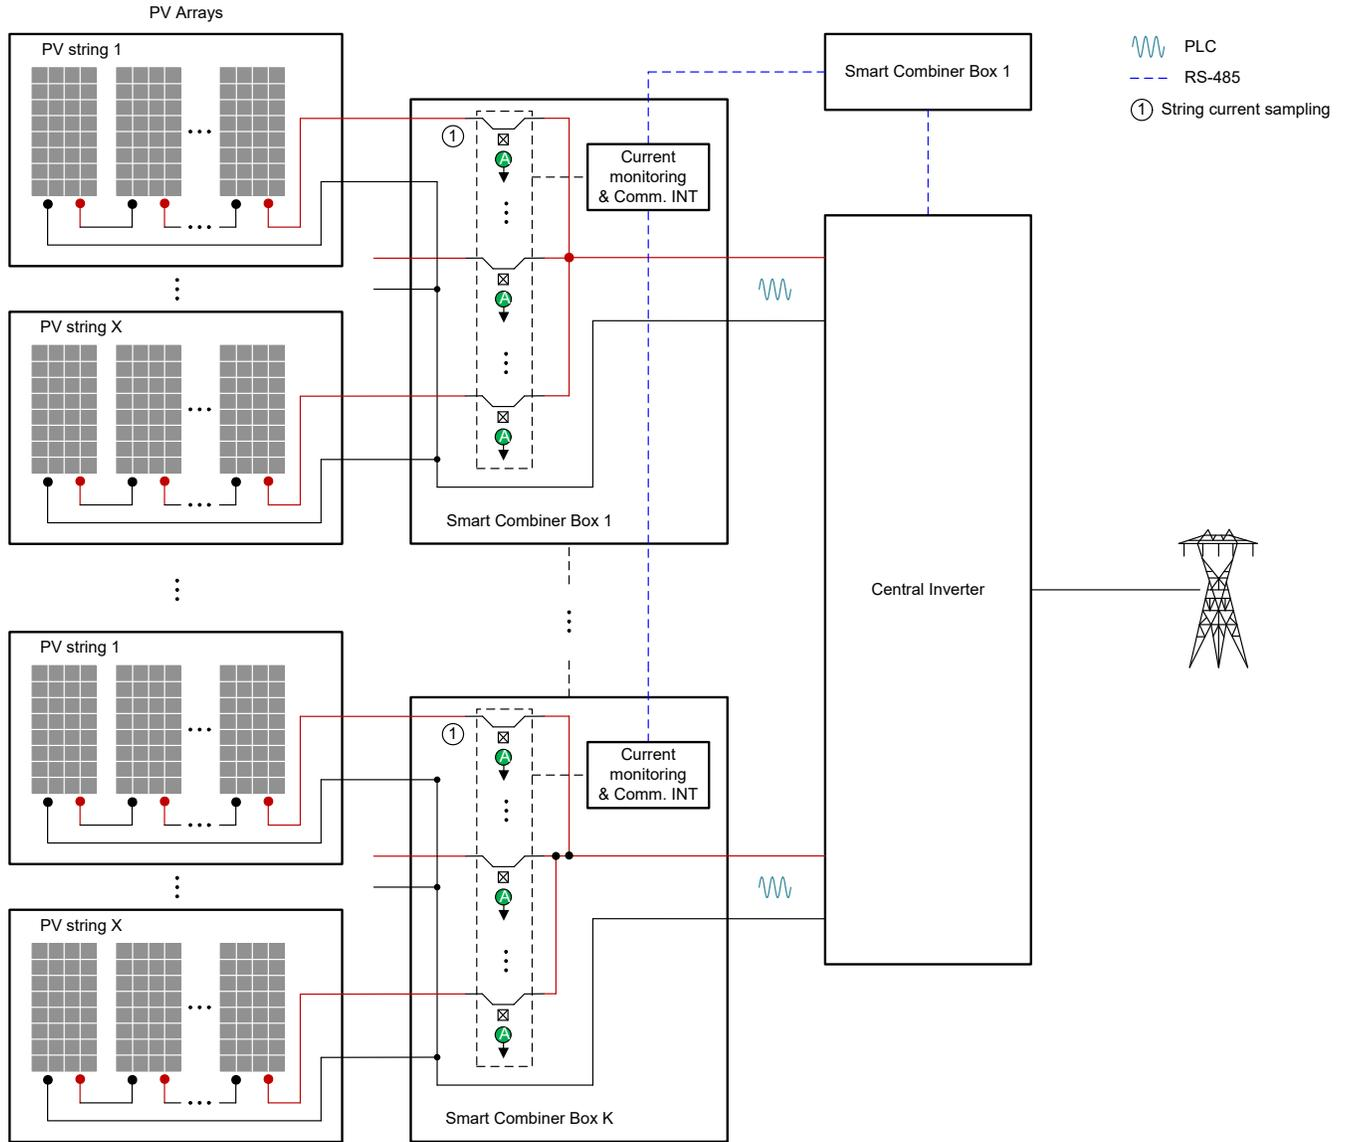

図 1-2. 太陽光発電所のスマートコンバイナボックスのアプリケーションシナリオ
デマルチプレクサ アプリケーションの例の 1 つは、これを信号セグメンテーション処理用にゲインが異なるアンプと組み合わせることで使用することです。図 1-2 に、太陽光発電所でのスマートコンバイナ ボックス (PV ストリーム ボックスとも呼ばれます) のアプリケーション シナリオを示します。スマートコンバイナ ボックスは、中央 / 大規模 PV グリッド接続型発電システムで、セントラル インバータと組み合わせて使用します。PV ストリングとインバータの間の接続ラインの数を減らしてメンテナンスを容易にし信頼性を向上させるために、PV ストリングとインバータの間にスマートコンテナ ボックスを追加することができます。機能の 1 つは、電流トランスデューサ (CT) またはホール電流センサから通常発生するマルチチャンネル ストリング電流を監視することです。